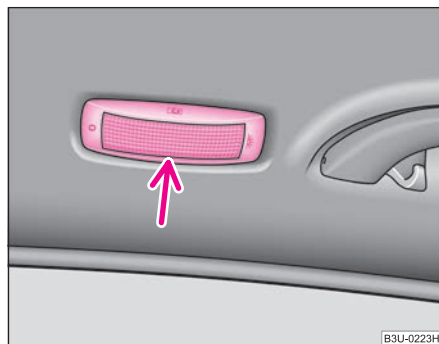

Fig. 208 Luz interior trasera sin sensores de vigilancia del habitáculo
- Introduzca un pequeño destornillador en la ranura junto a la cubierta de la lámpara ⇒ fig. 208 y separe la cubierta apalancando con cuidado.